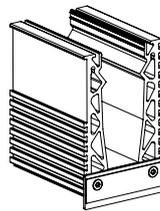

Bild 2
3. Das Profil besteht aus mehreren Stangen. Die Gummilippen sind an beiden Profilenden vor der Montage des Glashaltesprofils mit dem Halteblech festzuschrauben (Bild 2). Im Stossbereich wird die Entwässerungslösung angebracht (Bild 3) und mit einem PVC-Schlauch verbunden. Wandanschlüsse und Profilstösse sind als Dilatationsstoss auszubilden.